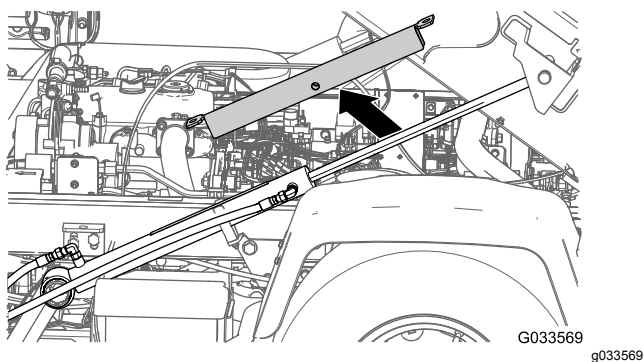
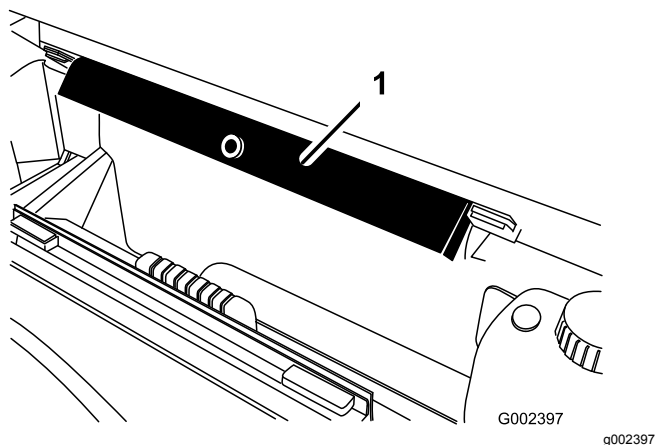

Figure 34
Figure 35
2. Retirez la béquille de plateau du vérin de levage et rangez-la dans les supports de rangement à l'arrière du panneau du ROPS (Figure 34 et Figure 35).